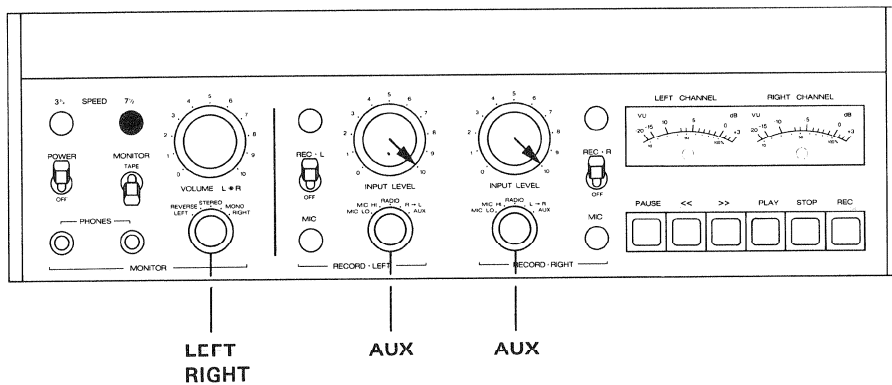

Fig. 6.4.-16
- Bedienungselemente nach Fig. 6.4.-16 einstellen.
- NF-Generator an Anschluss (48) AUX INPUT parallel anschliessen.
- NF-Millivoltmeter an Ausgang (51) OUTPUT anschliessen.